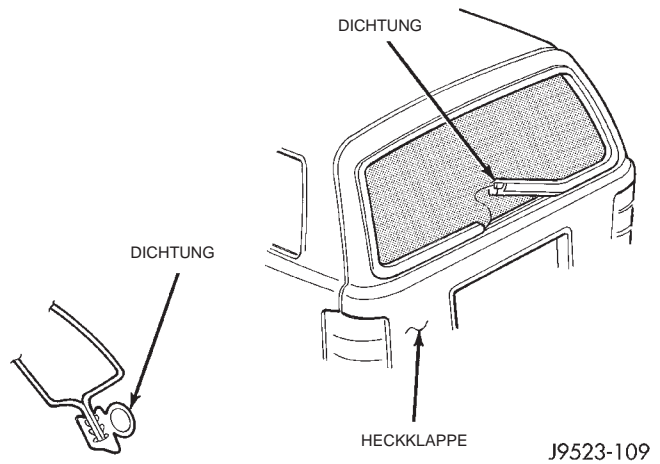

Abb. 69 Gummidichtung der Heckklappe
- (1) Gummidichtung auf die Lacktupfer in den Ecken der Scheibenöffnung ausrichten.
- (2) Gummidichtung fest auf die gesamte Heckklappenöffnung aufdrücken (Abb. 69).
- (3) Enden der Gummidichtung zusammenstoßen und Überstand abschneiden. Der Stoß der Gummidichtung sollte sich 12 cm (4,8 Zoll) links von der Öffnung für die Heckklappenverriegelung befinden.
- (4) Nach Bedarf den Überstand der Gummidichtung abschneiden (nicht am Stopfenende!).